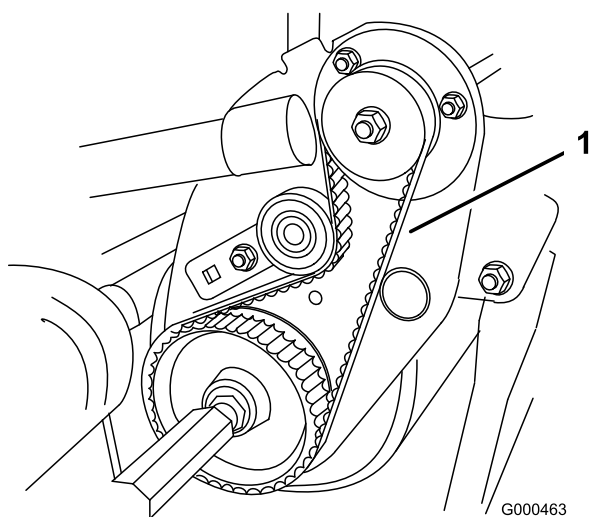

Figura 42
2. Verificate la tensione premendo sulla cinghia (Figura 42) al centro tra le pulegge, applicando una forza di $2 \pm 0,5$ kg. La cinghia deve flettersi di 4,8–7,9 mm. Se la flessione non è esatta, procedete alla voce seguente.